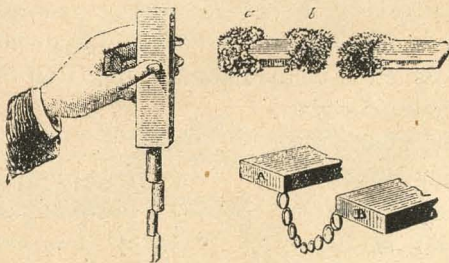

Fig. 194.—Imantación del hierro dulce por influencia.
6. **Imantación por influencia.**—Una barra de acero imantada, colocada en la prolongación de otra barra de *hierro dulce* ó *hierro puro*, desarrolla inmediatamente en ella, por influencia, una imantación temporal. Esta desaparece desde luego que se aparta la barra de acero imantada. Con un imán y pedazos de hierro dulce, se pueden formar cadenas de *imanes temporarios* (fig. 194).